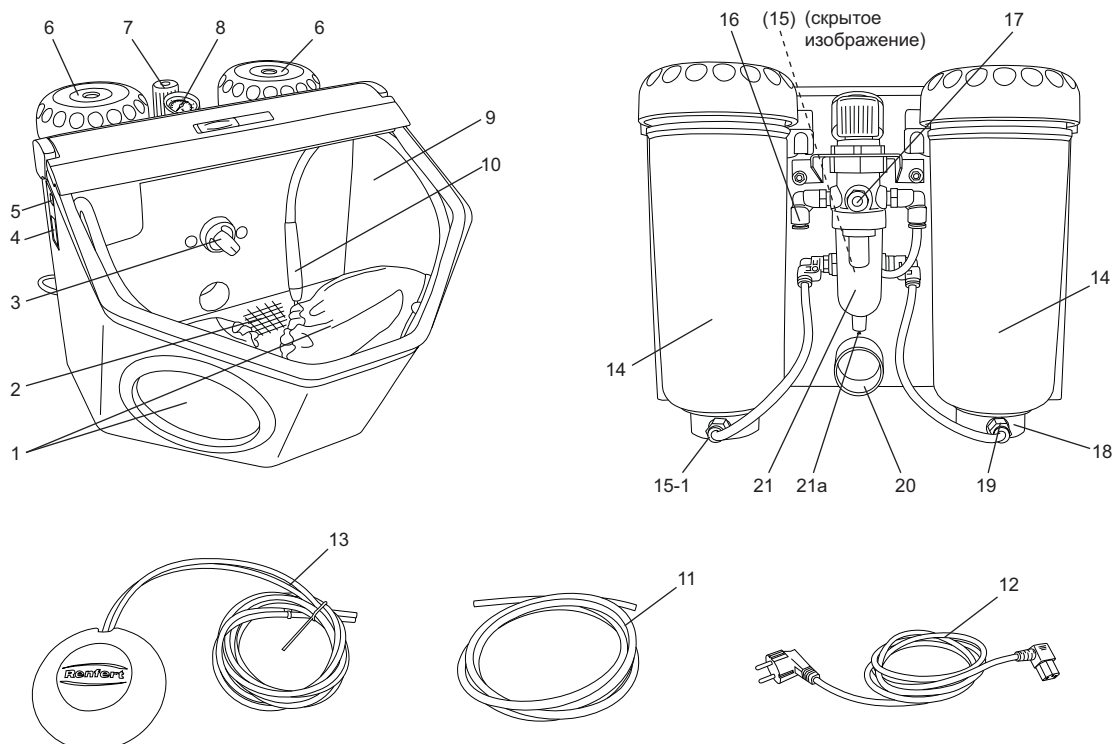

рис. 1
1 бачками: (15-1, рис. 1)
- Включить освещение (5).
- При помощи переключателя (3, рис.1) выбрать бачок (вариант с 2 бачками).